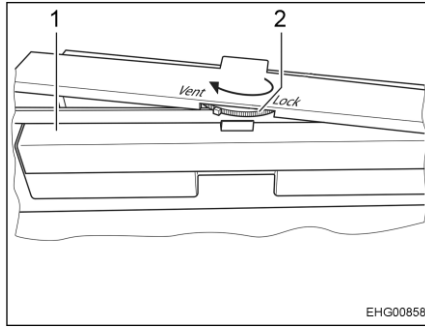

Bild 60 Låsratt på kylskåpsdörren
- Vrid låsratten (Bild 60,2) så långt det går till läget "Vent".
- Stäng dörren (Bild 60,1) försiktigt tills den går i lås. Dörren är nu låst i ett lätt öppet läge.